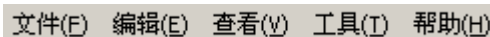

图 4-8 菜单栏
- **菜单栏**由 5 个下拉菜单项组成，如图 4-8 所示。单击每个菜单项都会出现一个下拉菜单，各对应一组功能。这 5 个菜单项的子菜单项包含了本软件的主要功能。当某些菜单项呈置灰状态时表示当前状态下此功能无效。